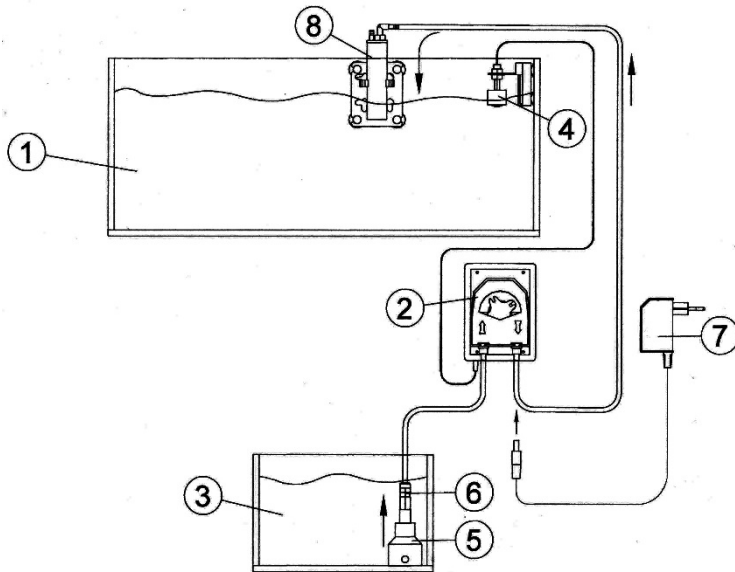

Abb. 1: Nachfüllung in ein Aquarium aus einem Vorratsbehälter
Der Niveaumat besteht aus folgenden Einzelteilen (s. Abb. 1):
- Die Pumpe ist selbstansaugend und sollte immer so aufgestellt werden, dass sie über dem Wasserspiegel des Vorlagebehälters steht (s. Abb. 1). Dies verhindert bei undichtem Pumpenschlauch ein Leerlaufen des Vorlagebehälters. Der Schlauch an der Saugseite sollte so kurz wie möglich gehalten werden.
- Der Rücklauf sollte immer frei ins Aquarium tropfen (8). Beim Stop der Pumpe kann es passieren, dass das Drehkreuz genau waagerecht steht. In diesem Fall dichtet die Pumpe nicht sicher ab. Durch den Tropfer am Auslauf wird dann verhindert, dass Aquarienwasser zurück in den Vorlagebehälter gelangt.
- Das Rückschlagventil (6) muss im Ansaugfitting (5) der Pumpe montiert sein. Dies verhindert ein Leerlaufen des Druckschlauches und gewährleistet, dass bei jedem Schaltzyklus der Pumpe das gleiche Volumen dosiert wird.
- **Niveauschalter:** Bei Aquarien mit geschlossenem Filtersystem oder Innenfiltern (Abb. 1) wird der Niveauschalter direkt im Aquarium angebracht. Dabei muss sich der Schwimmer exakt in der Höhe des gewünschten Wasserstandes befinden. Zur Fixierung wird der Schwimmer auf die Halteplatte gesteckt. Diese wird mit den Gummisaugern an der Aquarienscheibe befestigt. Dabei ist auf festen Halt zu achten. Um auf Nummer sicher zu gehen, empfehlen wir, die Gummisauger mit einem Tropfen Silikonkleber fest an die Scheibe zu kleben. Bei Aquarien mit offenem Filtersystem unter dem Becken muss der Niveauschalter im Filterbecken angebracht werden, ebenfalls in der Höhe des gewünschten Wasserstandes (s. Abb. 2).